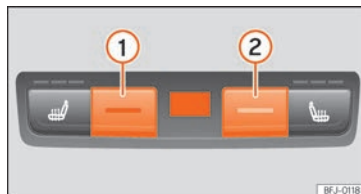

Fig. 145 Sur la console centrale arrière : commandes pour la banquette arrière.
- Appuyez sur les touches ① et ② » fig. 145 pour régler la température.